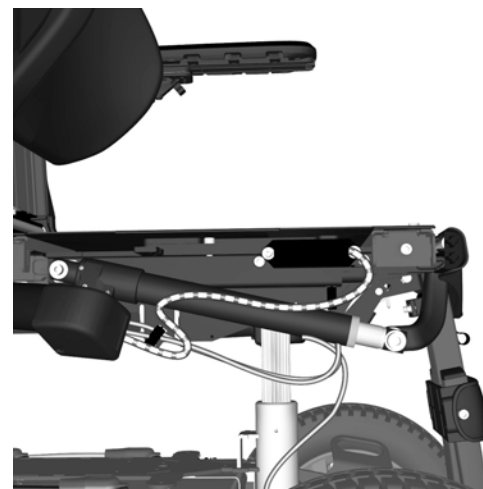

Abbildung 125. Stellvorrichtungsverkabelung, gilt für LINAK und REAC.
3. Place the thicker washer 2 mm (D) auf der vorderen Befestigungsschraube (C).
4. Montieren Sie Buchse (A), vordere Befestigungsschraube (C), dicke Unterlegscheibe (D) und Stellvorrichtung am Beinstützenarm.
5. Positionieren Sie die Unterlegscheibe (E) auf der vorderen Befestigungsschraube (C) und schrauben Sie die Gegenmutter (F) per Hand auf die vordere Befestigungsschraube (C).
6. Verwenden Sie einen Inbusschlüssel, um die vordere Befestigungsschraube (C) zu halten, damit sie sich nicht vom Beinstützenarm löst, wenn die Gegenmutter (F) angezogen wird. Ziehen Sie die Gegenmutter (F) mit einem Drehmomentschlüssel an. Anzugsmoment: 24 Nm.
8. Verbinden Sie den Stellvorrichtungsverbinder mit derselben Stellung wie in Schritt 7. in den Verteiler auf der rechten Sitzseite. Befestigen Sie den Verbinder, indem sie ihn an jeder Stelle gerade hineinschieben. Siehe Abb. 125.